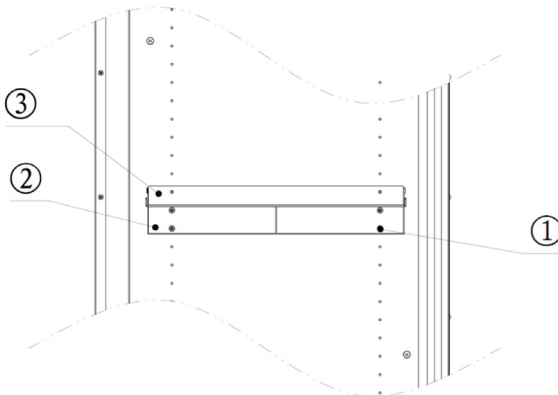

图4 (picture 4)
4. 层板的调节：防火安全柜标配了3块可调钢制层板，每隔间距32mm。用户可根据实际需求进行层板上下高度的调节，调节方法：如图4，先清除编号3上所有物品，将编号3移出至柜外，使用十字螺丝刀拆除编号2左右两个面的编号1（8颗自攻螺丝），调节到需求的高度之后，使用十字螺丝刀把编号2通过编号1（8颗螺丝）固定在左右侧板上，左右两边都需要拧紧，再将编号3放置在编号2上；